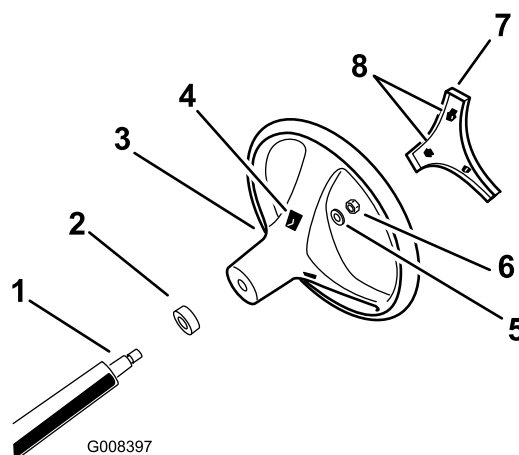

Figura 3
4. Fixați volanul cu contrapiulia, strângând-o la un cuplu de 24-29 N·m, aa cum este indicat în Figura 3.
5. Aliniați proeminențele capacului cu fantele de pe volan și fixați capacul pe butucul volanului (Figura 3).